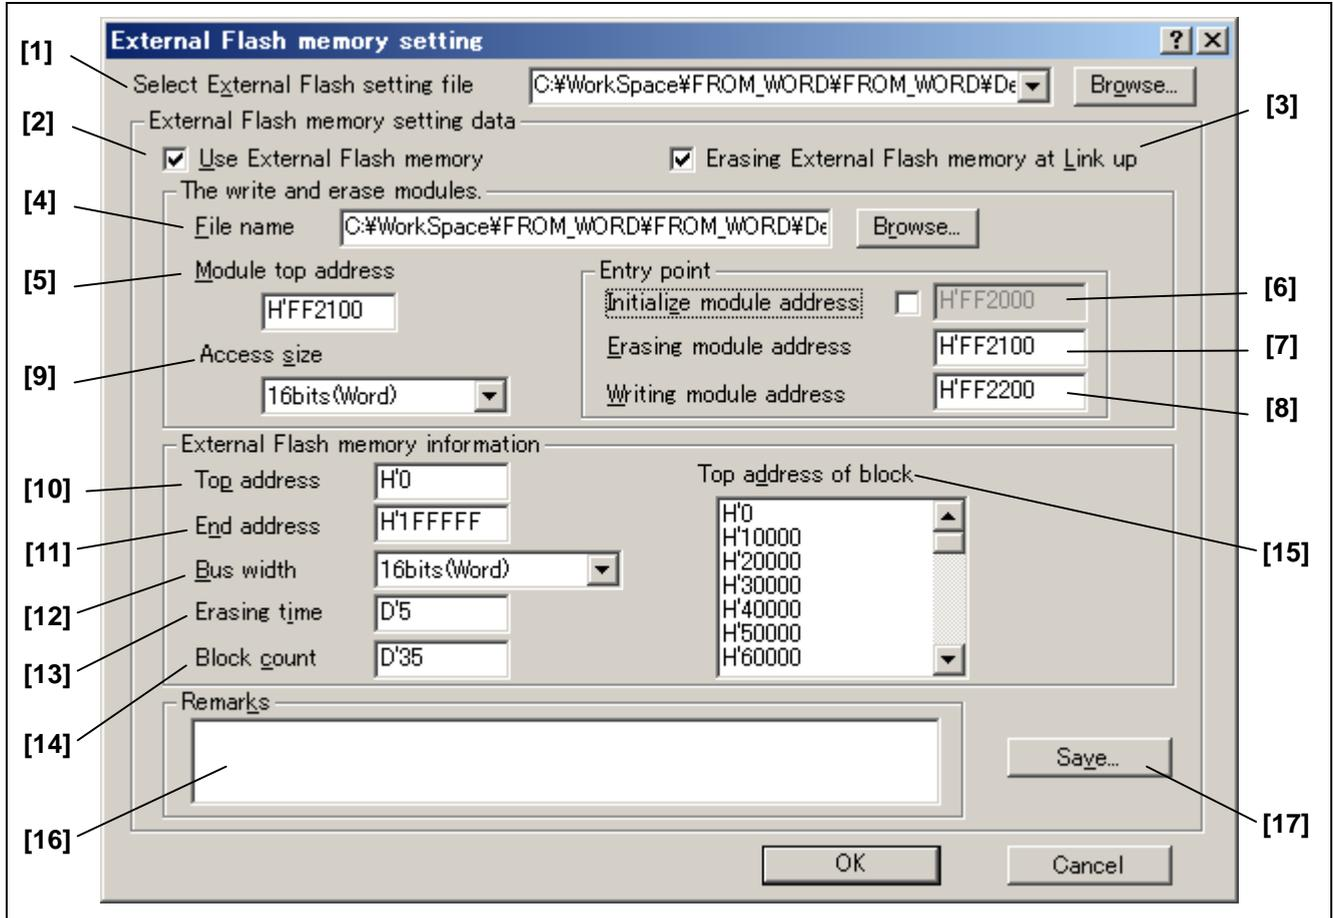

図7 [External Flash memory setting]ダイアログボックス
- (7) 図 7 に示す[External Flash memory setting]ダイアログボックスが表示されます。実行ファイル(ライト/消去/初期化モジュール)の設定、外部フラッシュメモリの設定を行います。なお、[External Flash memory setting]ダイアログボックスの項目については詳細を「5.2 [External Flash memory setting]ダイアログボックスの設定」で説明します。
図7に示す[External Flash memory setting]ダイアログボックスでE10A-USB エミュレータを使用してユーザーシステム上の外部フラッシュメモリにユーザープログラムをダウンロードするための設定を行います。[External Flash memory setting]ダイアログボックスの各項目番号の詳細説明を表6に示します。